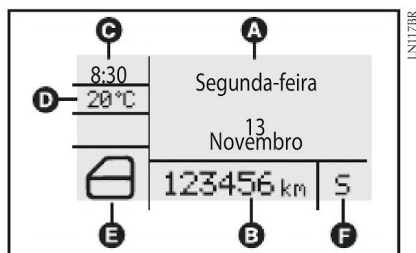

fig. 39
**DISPLAY MULTIFUNCIONAL RECONFIGURÁVEL (Quando previsto) fig. 39**
Colocar a chave de ignição na posição **MAR** e, em seguida, o display visualizará a indicação de data **fig. 39**.